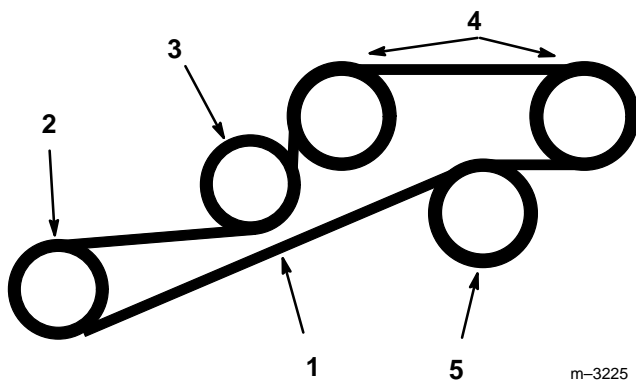

Abbildung 49
2. Die federbelastete Führungsrolle nach unten drücken und den Antriebsriemen von Motor-Riemenscheibe, fester Führungsrolle und Hydropumpen-Riemenscheiben abnehmen (Abb. 49). Den Riemen von der Kupplung abnehmen.
3. Den neuen Riemen über der Kupplung und um Motor-Riemenscheibe, fester Führungsrolle und Hydropumpen-Riemenscheiben installieren (Abb. 49).
4. Die federbelastete Führungsrolle nach unten drücken und unter dem Antriebsriemen ausrichten. Den Druck auf die federbelastete Führungsrolle wegnehmen (Abb. 49).